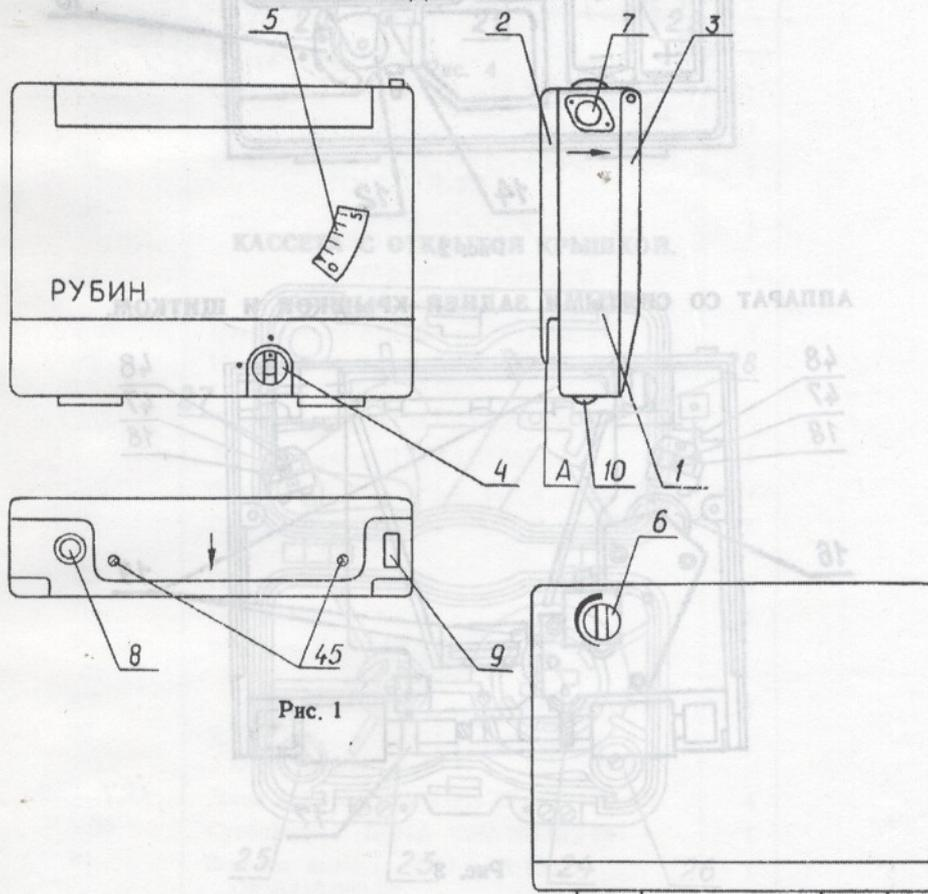
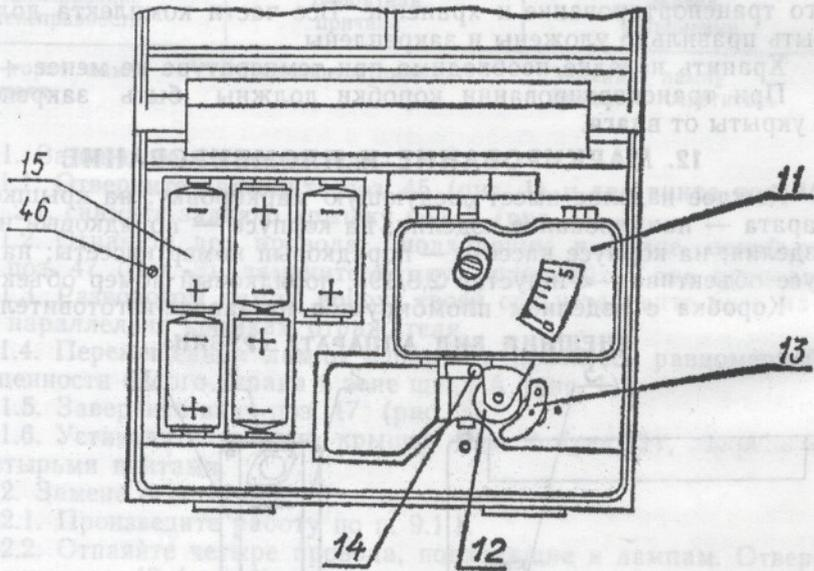

Рис. 1
Рис. 2
5.1. Внешний вид аппарата изображен на рис. 1. Аппарат состоит из корпуса 1, задней крышки 2, передней крышки 3. Передняя крышка закрывается с помощью замка 4 и имеет окно 5, в которое виден счетчик метража неэкспонированной пленки кассеты. Со стороны задней крышки расположена ручка установки номинального напряжения 6, сбоку на корпусе — розетка 7 для подключения источника постоянного тока стабилизированного. Сверху аппарата находится индикатор контроля конца пленки 8 и индикатор контроля напряжения 9, а снизу — ведущие валики 10 для прокатывания аппарата по репродуцируемому документу. Стрелки на корпусе и крышке указывают направление прокатывания аппарата.
Корпус аппарата (рис. 2) со стороны передней крышки имеет два отсека. В правый отсек устанавливается кассета 11, здесь же расположен механизм транспортирования пленки, который состоит из мерного валика 12, прижимного ролика 13 и механизма контроля конца пленки 14. При невозможности работы от сети напряжением 220 В, в левый отсек корпуса устанавливаются пять элементов 15.
**6.2. Подготовка аппарата к работе.** Поверните ручку замка 4 (рис. 1) и откройте переднюю крышку аппарата. Вставьте пять элементов 15 (рис. 2) или включите аппарат в сеть (220 В) через источник постоянного тока стабилизированный.
Зарядку аппарата пленкой можно производить на свету. Для этого возьмите заряженную пленкой кассету и вытяните из нее пленку, образуя петлю размером приблизительно 5 см. В аппарате от мерного валика 12 (рис. 2) отведите прижимной ролик 13 (рис. 2) и зафиксируйте его положение. Установите кассету в аппарат так, чтобы петля охватывала мерный валик. Поворотом от себя ведущего валика 10 (рис. 1) уберите петлю. Снимите прижимной ролик с фиксатора и прижмите им пленку к мерному валику. Закройте крышку аппарата, поверните ручку замка 4 (рис. 1).
Уберите засвеченный участок пленки перед кадровым окном. Для этого поставьте аппарат на стол задней крышкой к себе на ведущие валики 10 (рис. 1) и прокатайте его по направлению стрелки на корпусе вдоль стандартного листа бумаги (0,3 м) три раза. То же необходимо сделать и в конце съемки, чтобы последние строки не засветились.
При работе аппарата с питанием от элементов 15 (рис. 2) отрегулируйте напряжение на осветителе. Для этого прокатайте
аппарат по направлению стрелки на корпусе до положения включения осветителей. Остановите аппарат в этом положении. Не отрывая его от стола, ручкой 6 (рис. 1) отрегулируйте напряжение, следя за стрелочным указателем на индикаторе контроля напряжения 9 (рис. 1). Совместите стрелочный указатель и белую полосу на шкале индикатора. Это соответствует номинальному напряжению на осветителе (6 В).
7.6. При работе с автономным источником питания следите за тем, чтобы стрелочный указатель индикатора контроля напряжения 9 (рис. 1) был совмещен с белой полоской на шкале индикатора. При выходе стрелочного указателя из этого положения произведите регулировку напряжения поворотом ручки 6 (рис. 1).
7.7. При окончании пленки в кассете загорится индикатор контроля конца пленки 8 (рис. 1).
9.1.1. Отверните два винта поз. 45 (рис. 1) и два винта поз. 46 (рис. 2.), снимите заднюю крышку поз. 2 (рис. 1).
9.1.4. Перемещением лампы вдоль оси добейтесь равномерной освещенности белого экрана в зоне щели А (рис. 1).
9.1.6. Установите заднюю крышку поз. 2 (рис. 1), закрепите ее четырьмя винтами.